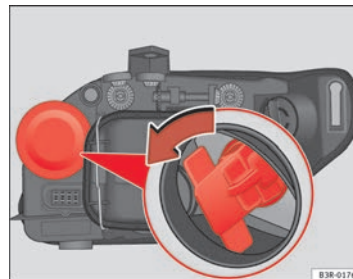

Fig. 219 Lámpara luz intermitente
- Extraiga el portalámparas asíéndolo por la empuñadura y girando en el sentido contrario de las agujas del reloj ⇒ fig. 219.